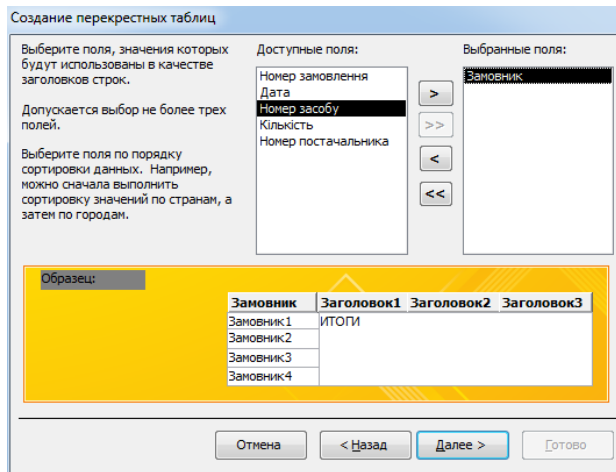

Рис. 4.29 – Вибір назв рядків для результуючої таблиці перехресного запиту
4. У наступному вікні вибрати поле **Замовник**, так як його значення будуть використані, як назви рядків майбутньої таблиці (рис. 4.29). Натиснути кнопку **Далее**.